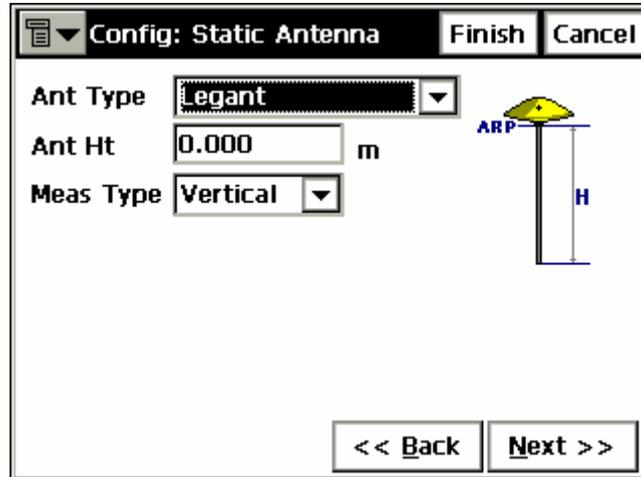

Рисунок 3-41. Настройка: Антенна Статического Приемника
- Выберите из списка (рис. 3-41) тип антенны приемника.